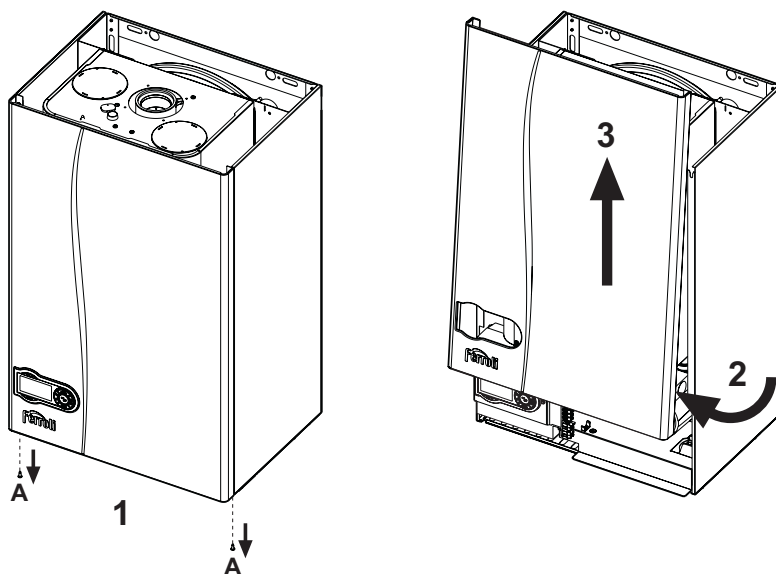

fig. 27 - Apertura de la carcasa
1. Desenroscar los tornillos A (véase fig. 27).
2. Girar la carcasa (véase fig. 27).